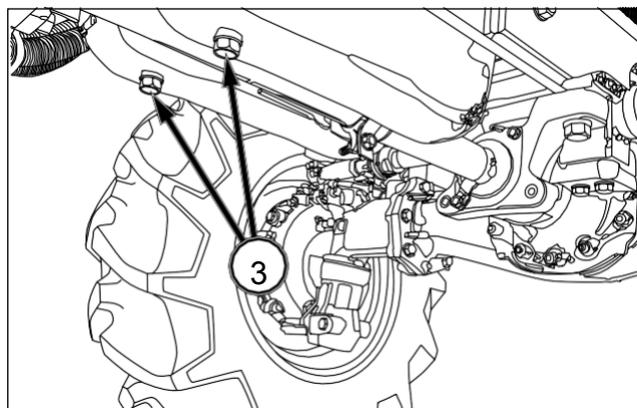

FIG. 194
FIG. 194: Para vaciar el aceite - Utilice el tractor hasta que el aceite esté lo suficientemente caliente. Retire el tapón de vaciado (3) del motor y deje que salga todo el aceite.